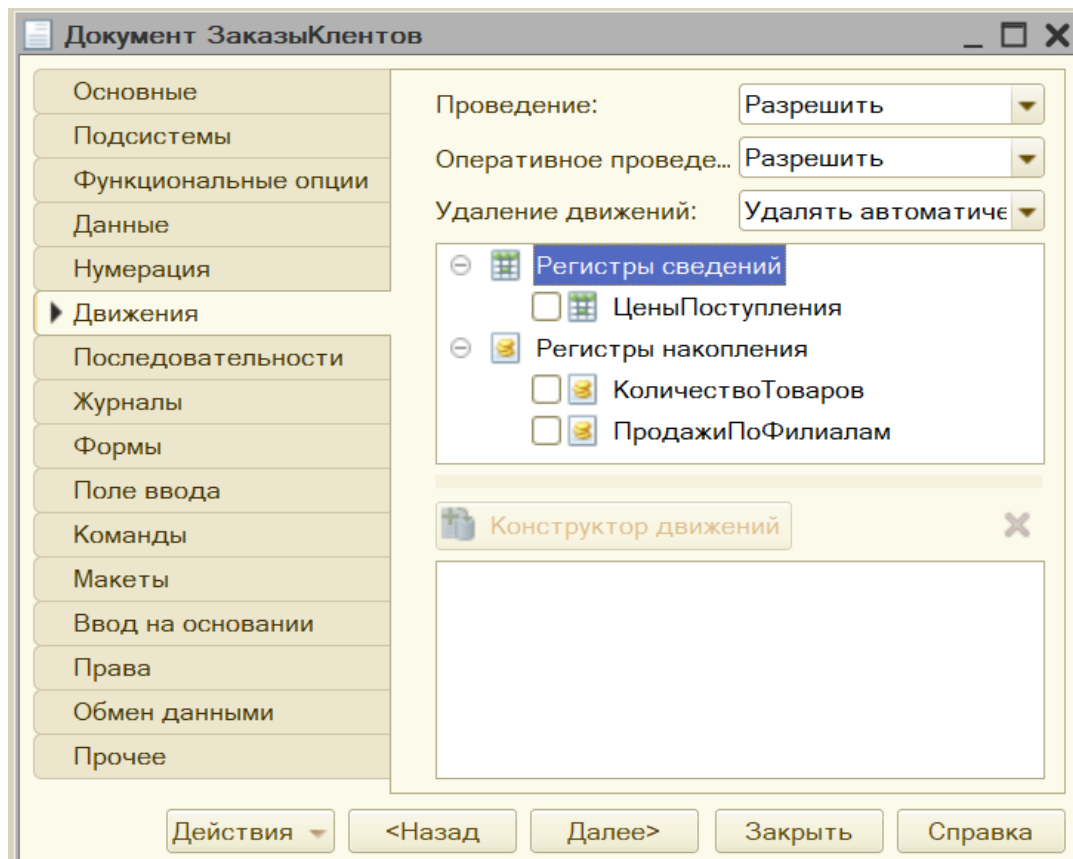

Рис. 5.5. Вкладка Движения документа «ЗаказыКлиентов»
5. На вкладке «Движения» очистим имеющуюся там процедуру проведения документа. В отличие от документа «ПродажаТоваров», документ «ЗаказыКлиентов» не будет фиксировать факт продажи товаров (это пока только заказ) (рис. 5.5).